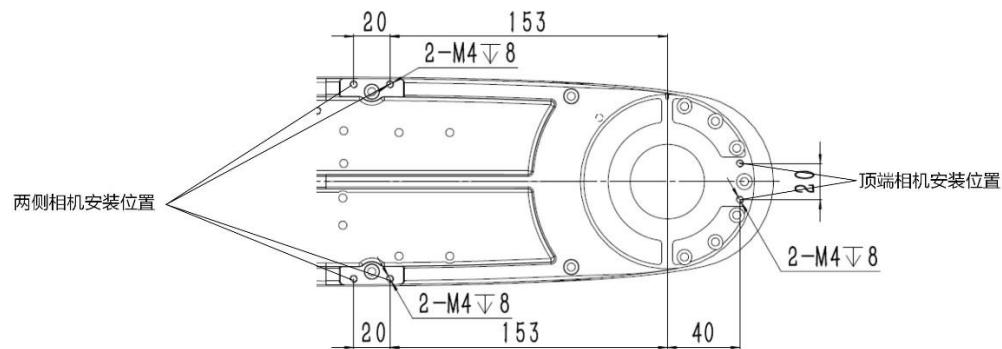

图 5-14 AIR6SC-600A 大小臂相机安装位置尺寸图
安装在小臂两侧（图 5-14 所示）时： $WM = M (L1)^2 / (L1+L2)^2$
安装在小臂顶端（图 5-14 所示）时： $WM = M (LM)^2 / (L2)^2$
操作机在小臂上有相机安装位置，安装孔规格及尺寸如图 5-14 所示。